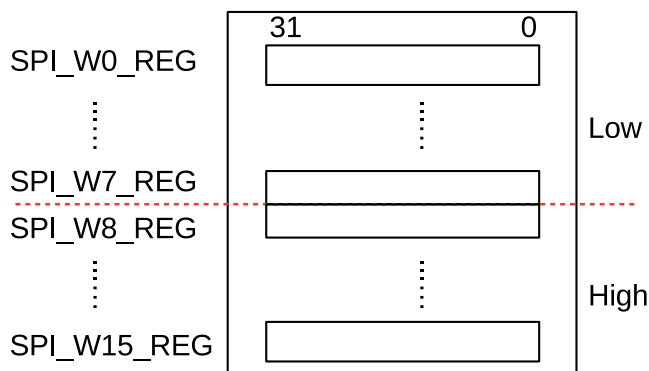

图 25-2. CPU 控制的传输中使用的数据 Buffer
GP-SPI2 提供了 16 个 32-bit 的数据 buffer，即 `SPI_W0_REG ~ SPI_W15_REG`，见图 25-2。CPU 控制的传输表示在该次传输中发送的数据来自数据 buffer 或接收的数据存入数据 buffer。在这种传输方式下，每次传输事务均需要先配置相关寄存器，然后由 CPU 来触发。因此，CPU 控制的传输只能是单次传输，即仅包含一次传输事务。CPU 控制的传输支持全双工通信和半双工通信。
- **SPI Buffer**: `SPI_W0_REG` ~ `SPI_W15_REG`，见图 25-2。CPU 控制模式下传输的数据在 SPI buffer 中准备。